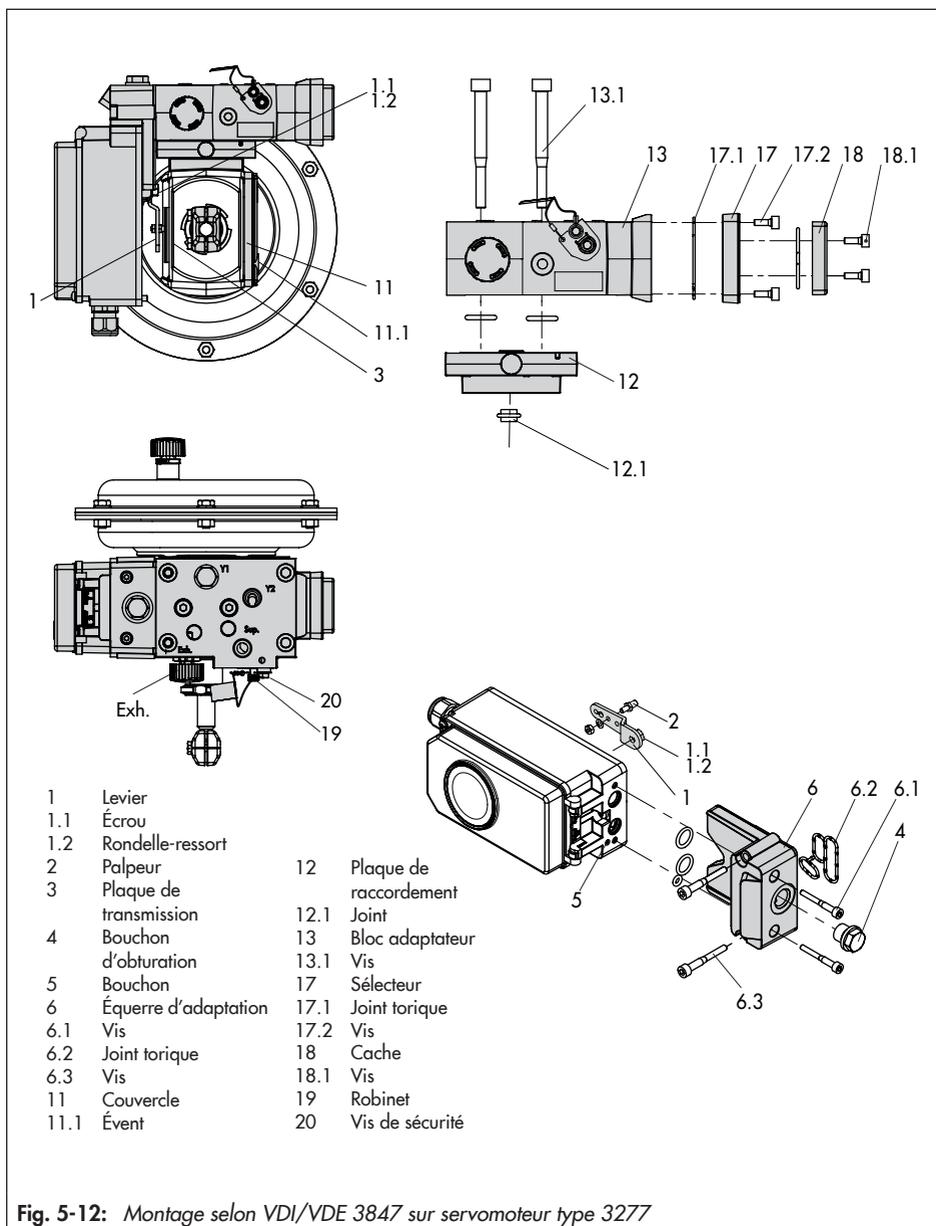

Fig. 5-12: Montage selon VDI/VDE 3847 sur servomoteur type 3277
- Voir Fig. 5-12.
(cf. Fig. 5-12)
Monter le positionneur sur l'arcade comme illustré dans la Fig. 5-12. La pression de commande, par l'intermédiaire du bloc de raccordement, est transmise au servomoteur soit par un orifice interne en version tige sort par manque d'air, soit par une conduite d'impulsion externe en version tige rentre par manque d'air.